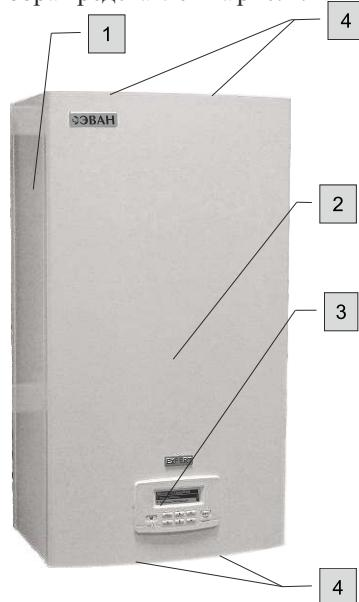

Рисунок 1.
4.2 Внешний вид прибора представлен на рис. 1.
- запрещается работа прибора при снятом кожухе (1) или панели лицевой (2) рис.1.